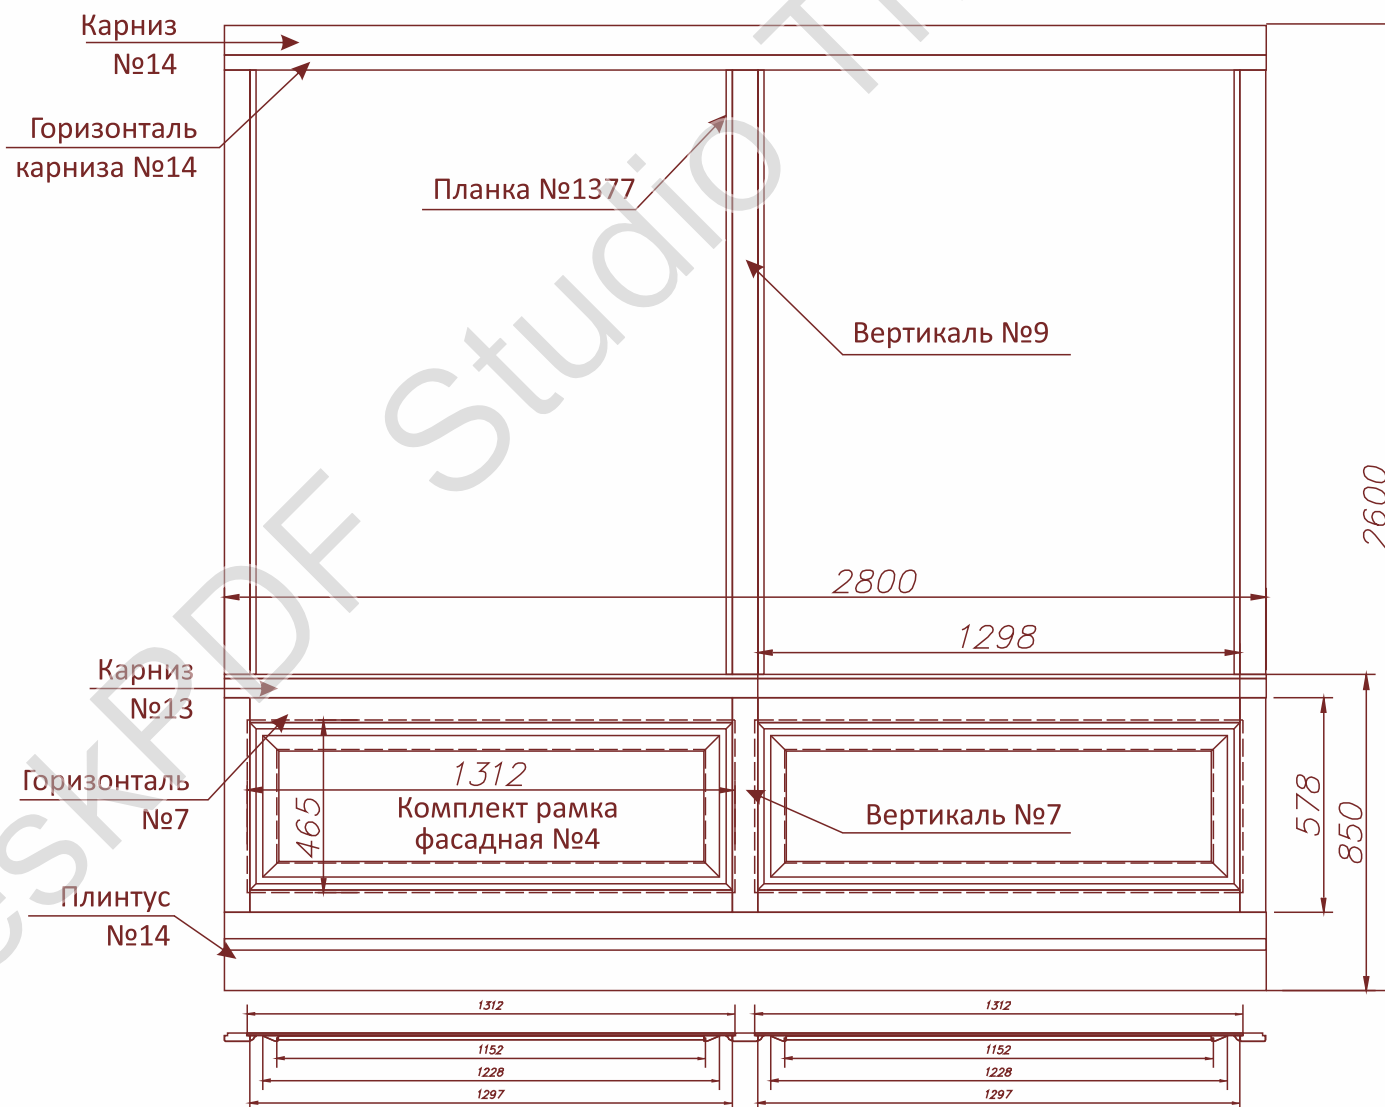

Рис. 1
1. Закрепите на саморезы к стене плинтус №14 (планка №1381/1), горизонтальность проверьте уровнем. Расстояние между саморезами должно быть не менее 50 см (рис. 1)